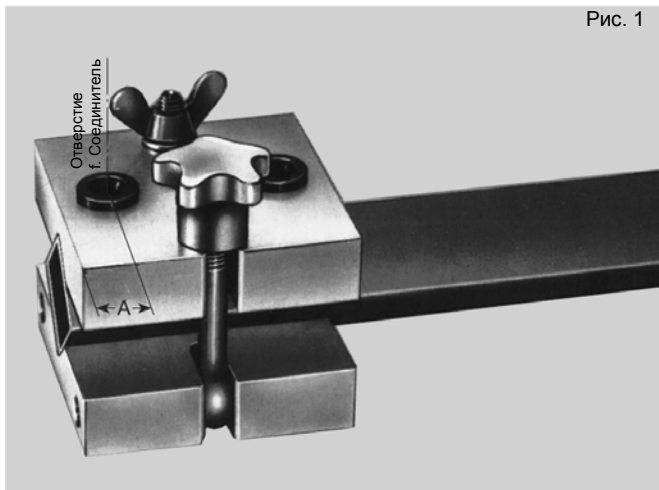

Рис. 1
2.2 Отдельные отрезки рельса связываются при помощи соединителей. Необходимые для этого отверстия в ходовом рельсе просверливаются при помощи сверильного приспособления типа BV 3-50/15 и сверла \varnothing 8,5 x 90° (см. рис.1). Крутящий момент затяга шестигранных винтов М 8 – 10 нм.